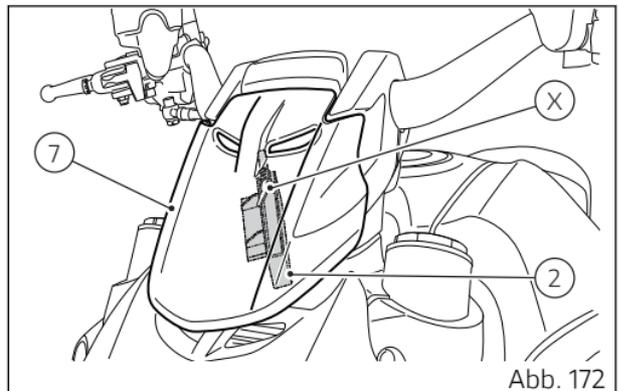

Abb. 172
Der aktive Schlüssel (3) mit leerer Batterie und der passive Schlüssel (4) haben einen Wirkungsbereich von nur wenigen cm (in), daher muss der jeweilige Schlüssel möglichst nahe und am Symbol (X) des Hands Free-Schlüssels an der Cockpitverkleidung (7) gehalten werden. Dieses Symbol an der Cockpitverkleidung (7), über dem Scheinwerfer im vorderen Motorradbereich, weist auf das Vorhandensein der Antenne (2,(Abb. 172)) unter der Cockpitverkleidung (7) hin.